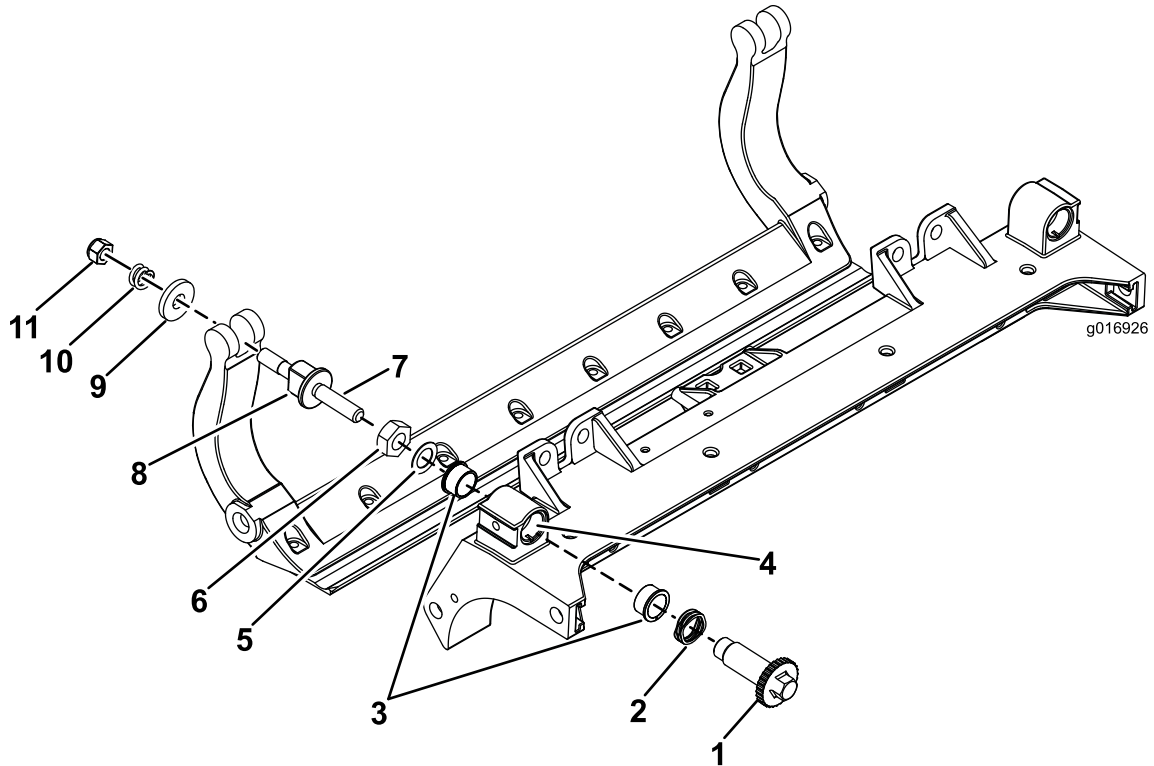

图 33
1. 拆除所有零件请参阅 HD DPA 套件 安装说明 和 图 33。
2. 将防粘剂涂抹到滚刀组中心机架 图 33 的轴套区内侧。
3. 将凸缘轴套上的键与机架的槽对准然后安装轴套 图 33。
4. 将一个波形垫圈安装到调节器轴上然后将调节器轴滑入滚刀组机架中的凸缘轴套内 图 33。
5. 使用扁平垫圈和锁紧螺母固定调节器轴 图 33。
12. 在两个尼龙垫圈的外侧各放一个钢垫圈 图 33。
注意 内侧的垫圈可能有空隙 图 33。
15. 旋紧每个底刀架调节器总成上的螺母直到加压弹簧完全压缩然后往回松开 1/2 圈 图 33。